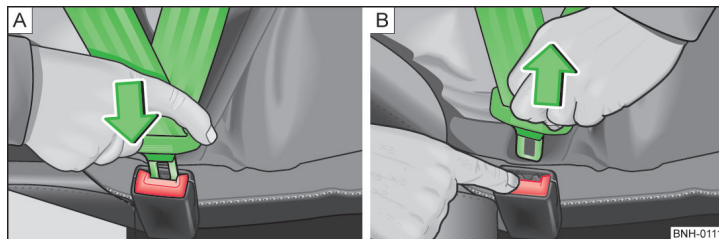

Fig. 5 Colocar y quitar el cinturón de seguridad
- Introduzca la lengüeta en el cierre correspondiente al asiento » fig. 5 - A hasta que se oiga como encaja.
- Pulse la tecla roja en el cierre del cinturón » fig. 5 - B, la lengüeta del cinturón saldrá disparada.